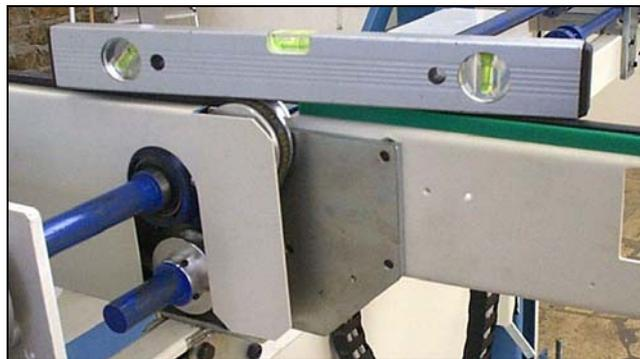

Fig.8.8-A
3. Livellare il piano dei bracci con quello dei cingoli come mostrato in Fig.8.8-A .
Regolare la staffa mobile (Fig.8.8) per riferimento della fermata dei bracci in basso a circa **30-40 mm** sotto l'altezza del carrello e che comunque il braccio non vada a battere sul telaio della macchina, per effettuare tale operazione basta allentare le viti (Fig.8.9-1), spostare il riferimento e serrare le viti (Fig.8.9-1).